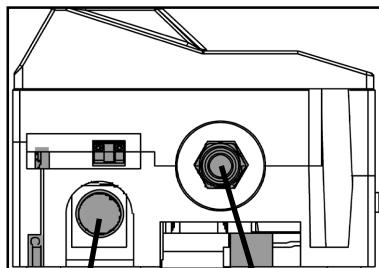

Bild 8
- Das DN 50 Ablaufrohr des Gerätes (siehe Untenansicht Bild 8.) über eine freie Fallstrecke von mindestens 50mm und einem nachgeschalteten DN70-Trichter in Kanal oder Hebeanlage einleiten.
- Gummi-Saugschlauch dicht und fest mit dem Gegenstück (IG) der 3-teiligen-Verschraubung vom Regenmanager verbinden.
- Gummi-Saugschlauch dicht und spannungsfrei mit der 3-teiligen-Verschraubung des Regenmanagers verbinden, siehe Bild 8.